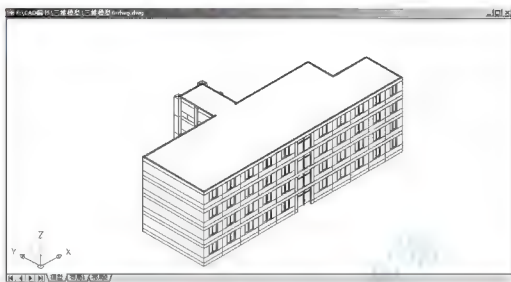

图 6.36 建立屋面模型
(5) 将【墙】、【勒脚】、【门窗框】、【玻璃】和【柱子】图层打开, 结果如图 6.36 所示。